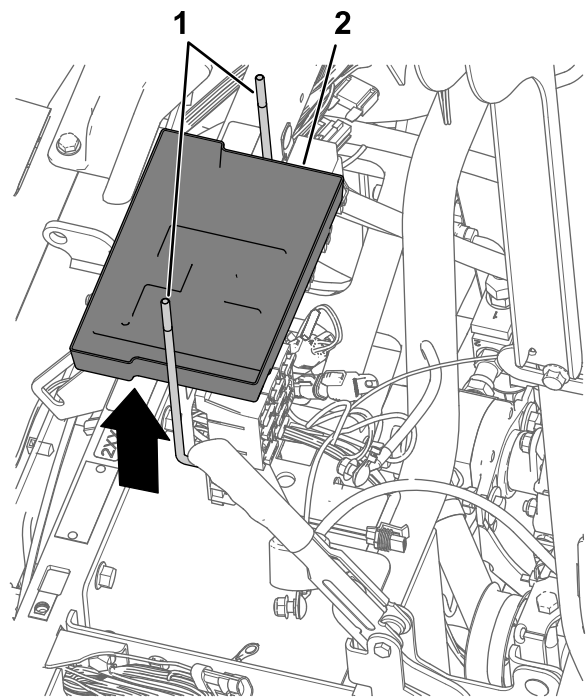

Figura 170
5. Retire os dois parafusos em J e o tabuleiro da bateria do suporte da bateria (Figura 170).